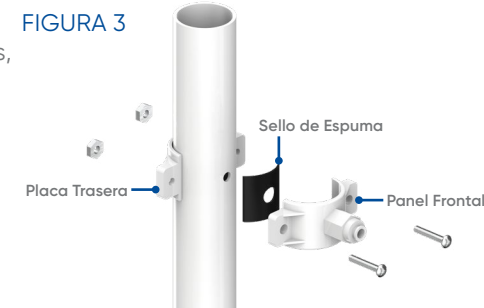

FIGURA 4
3. Desliza la Placa Frontal por un extremo de la Manguera. Inserta la "Manguera" aproximadamente 0.6" dentro del orificio perforado (Figura 4).